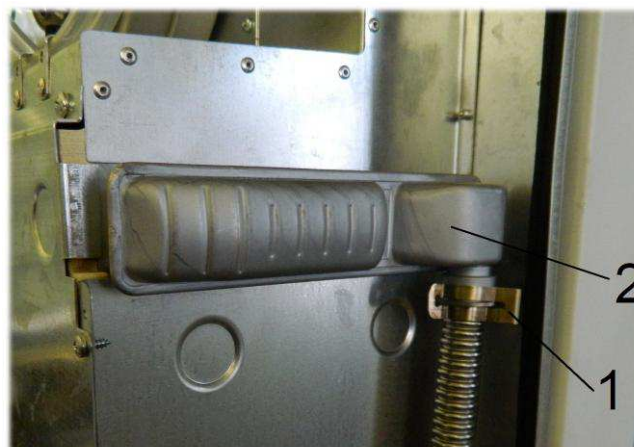

Рис. 23. Демонтаж теплообменника котла «NEVALUX-8230»
- 2) снять две клипсы 2 (по одной с каждой стороны) (см. Рис. 23) и снять теплообменник 1, потянув его на себя.
- 4) ключом на 30 отвернуть гайку 1 (см. Рис. 24) крепления трубы, идущей от насоса, к штуцеру теплообменника и отвести трубу в сторону. В котле «NEVALUX-8230» необходимо снять клипсу 1 (см. Рис. 23);